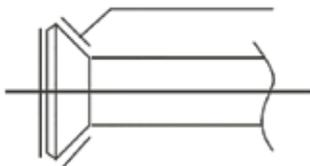

Рис. 22
2. Нанесите на поверхность развальцованной трубы и накидных гаек масло для холодильных установок и заверните гайки вручную, сделав 3–4 оборота, перед окончательной затяжкой ключом (см. рис. 22).